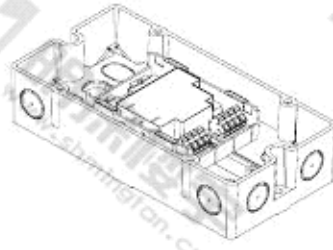

图 3
- 安装在控制器或开关柜外面：使用 FDCH221 保护盒(图 3)。
3. 用 2 个螺钉 (M4) 将保护盒固定在平整表面上 (图 3)。安装孔距离： $182.0 \pm 1.0\text{mm}$ 。